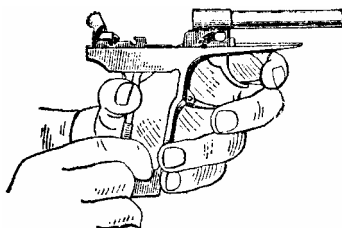

Рис.19. Отделение боевой пружины от рамки.
4. Отделить боевую пружину от рамки. Сдвинуть вниз и отделить от основания рукоятки задвижку боевой пружины и снять боевую пружину с прилива основания рукоятки (рис.19).